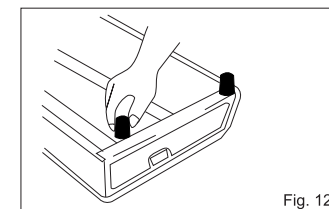

Fig. 12
- Atașați picioarele din cauciuc la plita pe gaz prin rotirea plitei cu partea superioară în jos și înșurubați-le în deschizăturile pe fundul plitei (fig.12)